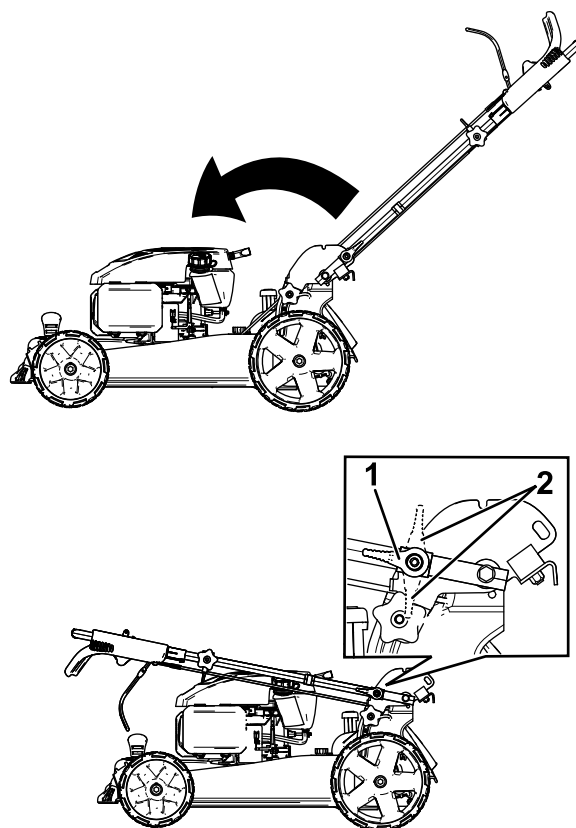

Figure 24
2. Pliez le guidon vers l'avant à la position verticale ou complètement en avant, comme montré à la Figure 24.